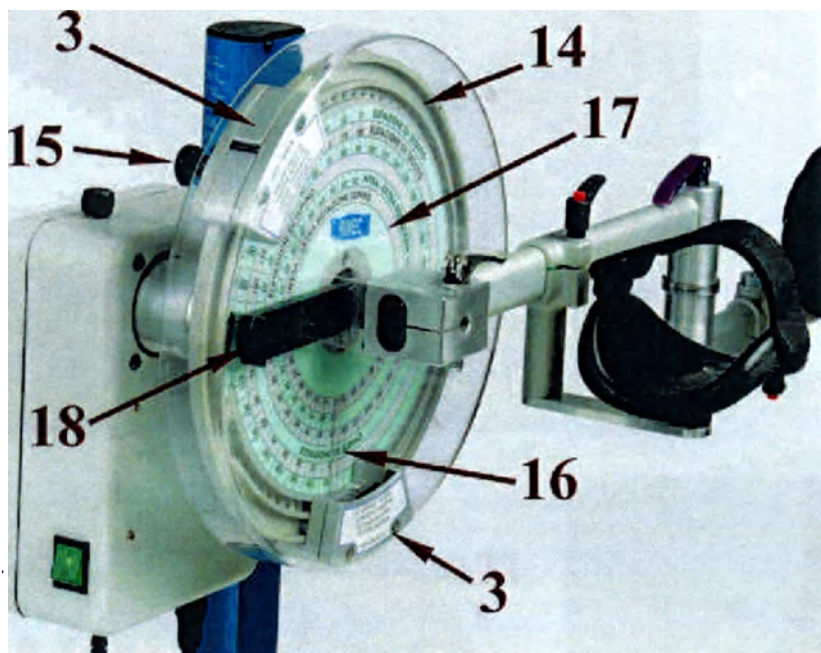

Рис. 8
Ограничители движения (3) определяют верхнюю и нижнюю границы угла движения механической руки. Они могут свободно перемещаться по краю диска (14) и фиксируются пружинными фиксаторами (15). Указатели (16), расположенные на ограничителях движения, помогают терапевту определять нужный угол по шкале значений (17). Смотри Рис. 8.